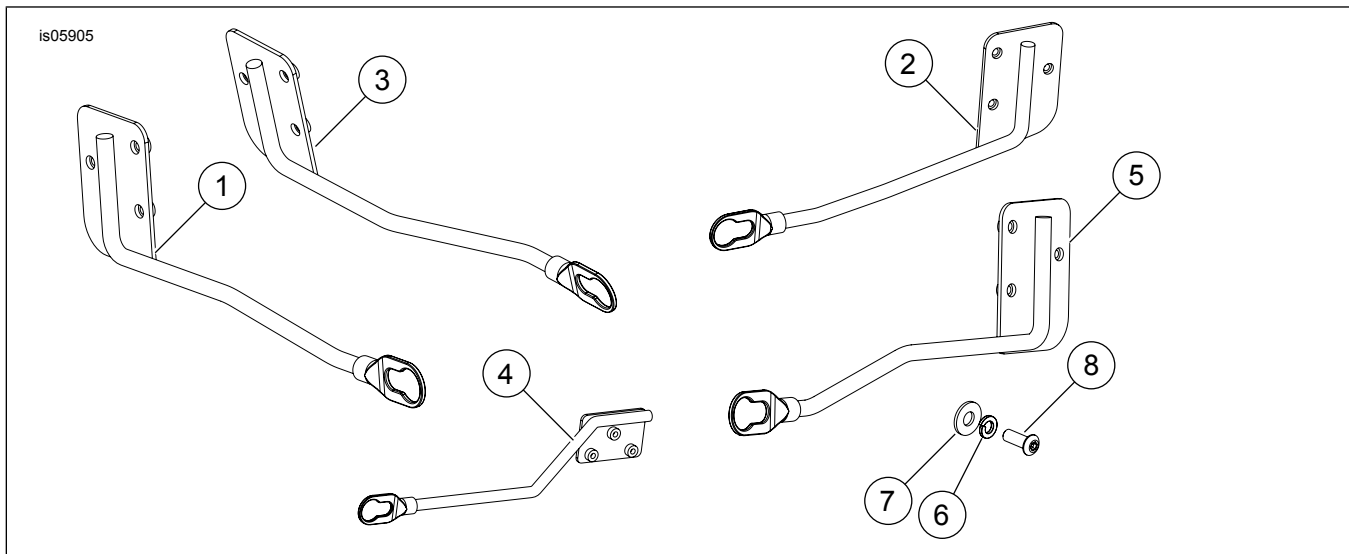

Figura 1. Piezas de servicio: Kit de pieza de soporte inferior para alforjas desmontables
Vea Figura 1 y Tabla 2.
1. Vea Figura 1. Instale la pieza de soporte inferior (1, 2, 3, 4 ó 5), las arandelas de seguridad (6), las arandelas (7) y los tornillos (8). No los apriete completamente.